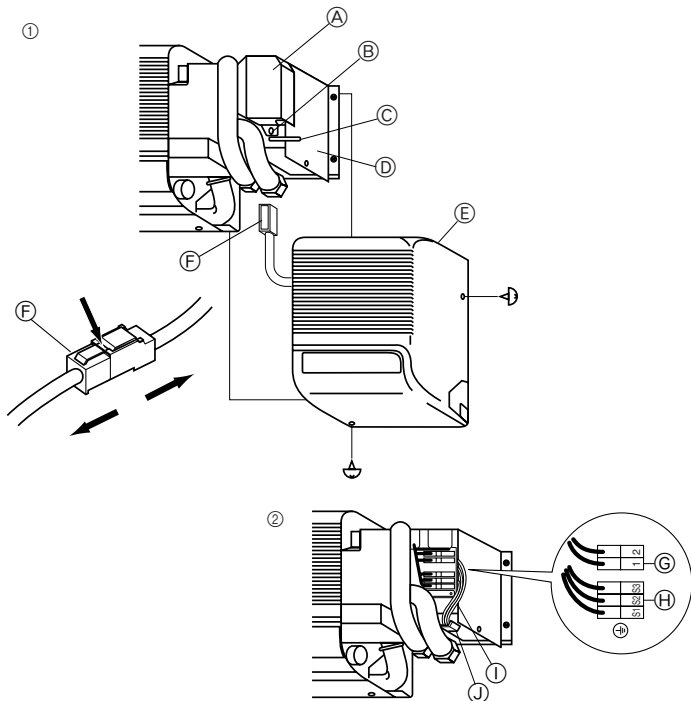

Fig. 6-1
6.1. Внутренний прибор (Fig. 6-1)
① Снимите правую панель